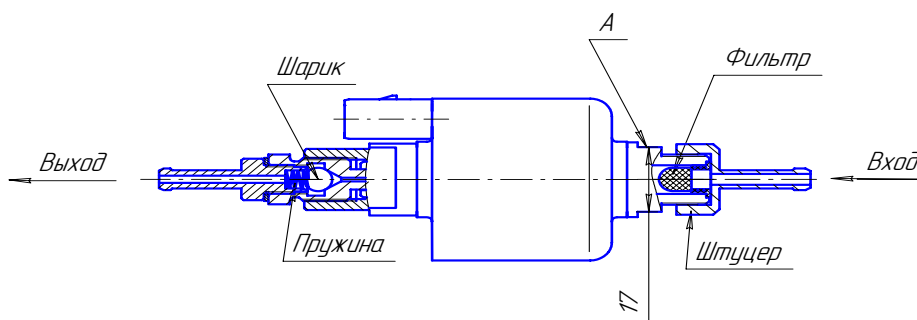

Рис. 5 – Топливный насос
1) демонтировать топливный насос с автомобиля. Зафиксировав ключом (ключ на 17 мм) от поворота за поверхность А, отвернуть штуцер и снять фильтр (см. рис.5, запрещается фиксация топливного насоса за другие поверхности при отворачивании и наворачивании штуцера);